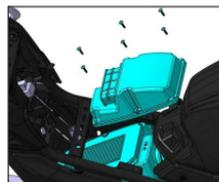

Figure 2
- Dévisser les 6 vis du cache boîtier, retirer le cache (voir figure 2)